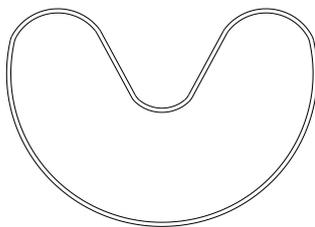

Bild 14: Montage von O-Ring, Stützring und Abstreifer
- Setzen Sie Dichtungen (Bauteil 1.4 und 1.5) und Abstreifer (Bauteil 1.3) in das Gehäuse (Bauteil 1.1) ein. Hierzu können die Bauteile herzförmig geformt werden (siehe Bild 14).